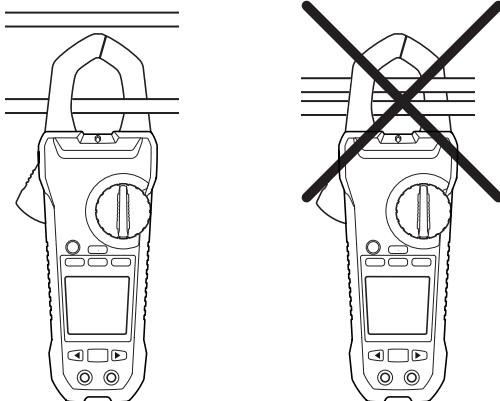

图5.1 正确和不正确的设置
使用钳夹测量电流时，钳夹只能包住一根导线—请参阅图5.1。
5. 按下扳柄，打开钳夹。完全包住一根导线—请参阅图5.1。要获得最优结果，导线应位于钳夹中心。
3. 按下扳柄，打开钳夹。完全包住一根导线—请参阅图5.1。要获得最优结果，导线应位于钳夹中心。